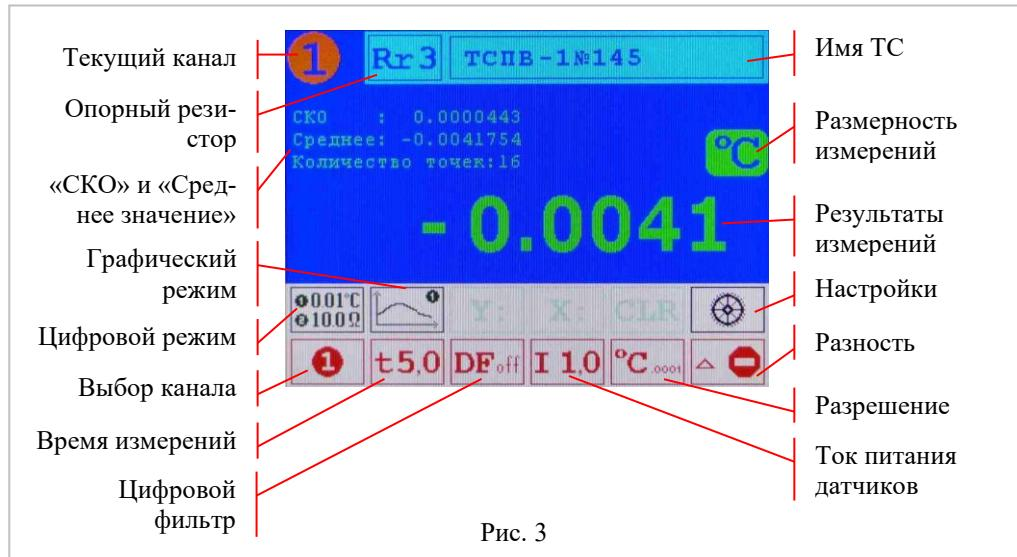

Рис. 3
Через 10 секунд после включения прибора на дисплее появится картинка, аналогичная рис. 3.
2.3.5 Нажатие на поле «Цифровой режим» переключает прибор в цифровой режим отображения результатов измерений. Рис. 3.